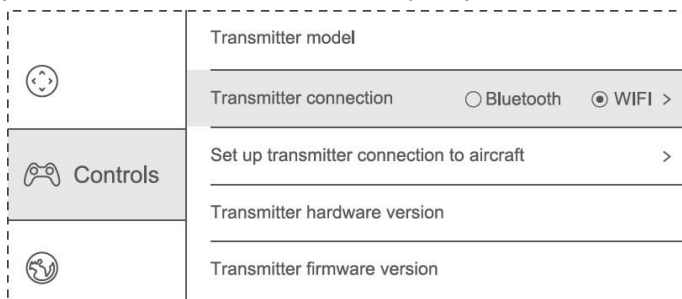

Рисунок 7
- 2) Запустите приложение X-Hubsan. Перейдите в «Настройки» (Settings) и нажмите на «Управление» (Controls). Выберите «Wi-Fi» в меню «Соединение передатчика» (Transmitter connection) (Рисунок 7).